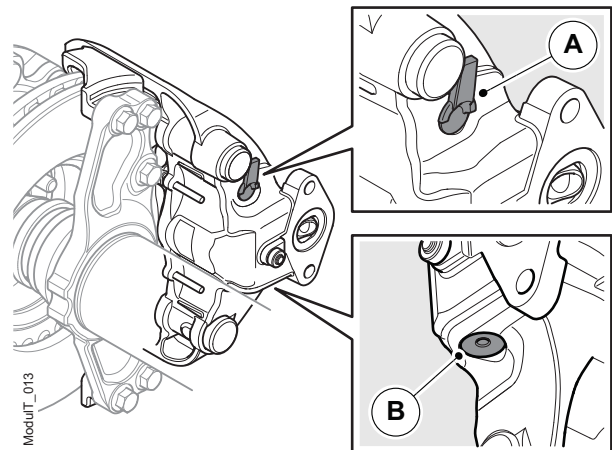

Figura 19. Los dos tapones protectores
El tapón protector del eje de reposición identificado como (A) y el tapón de sellado de la pinza (B), véase la figura 19.